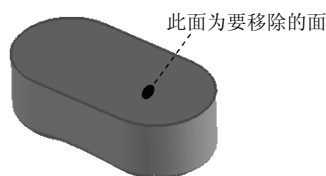

图 8.2.10 要移除的面
(1) 选取命令。选取下拉菜单 **插入(S)** → **偏置/缩放(O)** → **抽壳(H)...** 命令 (或单击 按钮), 系统弹出“抽壳”对话框。
(2) 在 **类型** 下拉列表中选择 **移除面, 然后抽壳**。在 **要穿透的面** 区域中单击 按钮, 选取图 8.2.10 所示的面为移除面, 并在 **厚度** 文本框中输入 1。
(3) 单击 **< 确定 >** 按钮, 完成抽壳特征的创建。